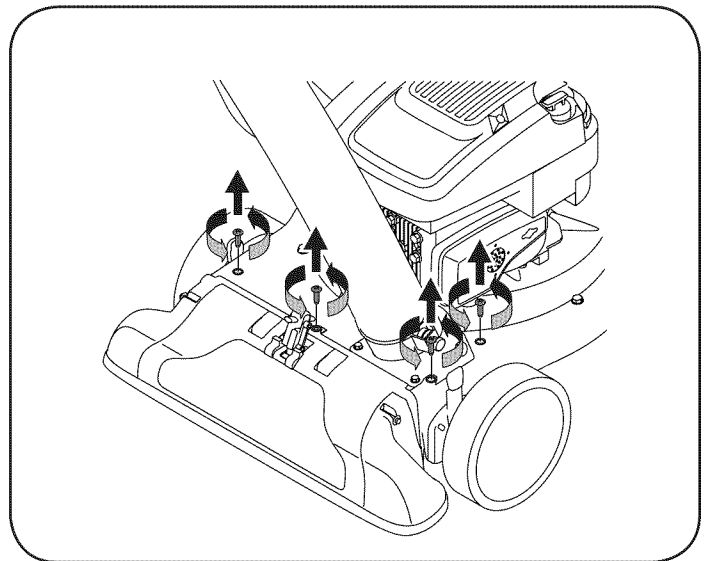

Figura 28
6. Saque los cuatro tornillos de la caja superior que ajustan la cubierta del pico. Vea la Figura 28.